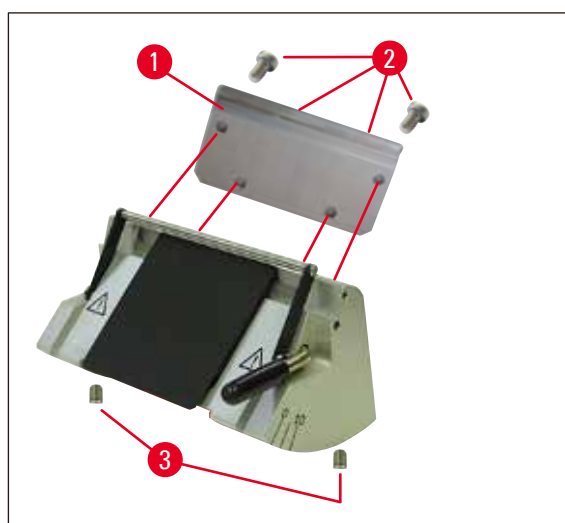
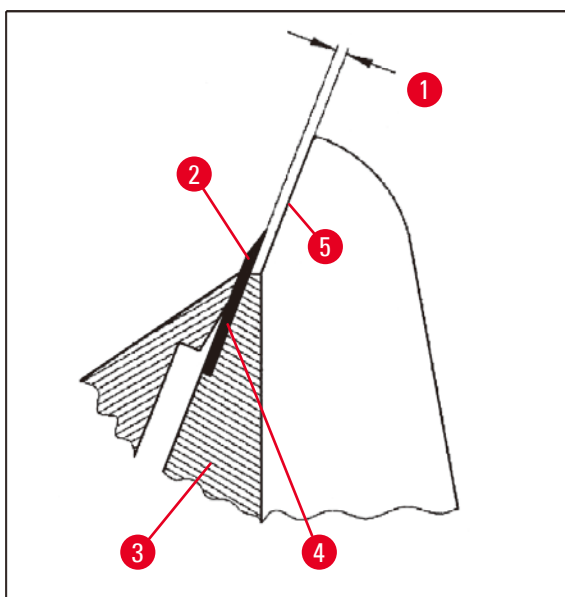

Fig. 34
Fig. 35
- Ao fazer a instalação, certifique-se de que a borda superior da placa de pressão (→ Fig. 40-4) esteja paralela e nivelada com a borda superior da placa de pressão traseira (→ Fig. 40-2) (veja também (→ p. 45 – Fig. 34), (→ p. 46 – Fig. 35)). Se necessário, ajuste as placas de pressão (→ p. 49 – 5.9.10 Visão geral – acessórios).